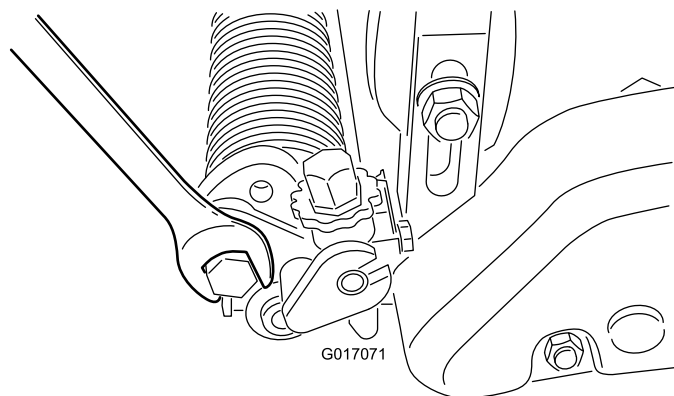

図 21
- A. 左右のグルーマアームのボルトをゆるめる 図 21。
- C. ボルトを締めて調整を固定する 図 21。